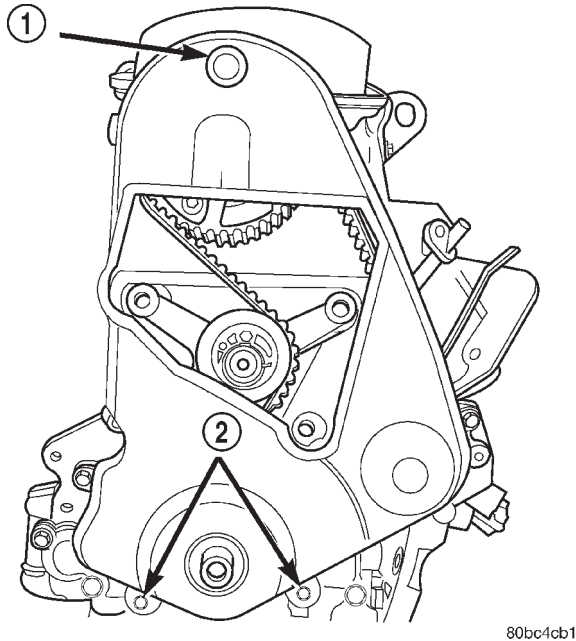

Fig. 15 Cubierta delantera de la correa de distribución
(1) Retire la bujía número uno.
(2) Utilice un indicador de cuadrante para establecer el cilindro número uno en el PMS, en la carrera de compresión.
(3) Retire el tapón de acceso de la tapa externa de la correa de distribución (Fig. 15) (Fig. 18).
(2) Retire el amortiguador del cigüeñal. (Consulte el grupo 9 - MOTOR/BLOQUE DEL MOTOR/AMORTIGUADOR DE VIBRACIONES - DESMONTAJE).
(3) Retire los montantes de reacción inferior y superior. (Consulte el grupo 9 - MOTOR/MONTAJE DEL MOTOR/MONTANTE DE REACCION - DESMONTAJE).
(4) Coloque un gato debajo del motor. Levante el gato lo suficiente para soportar el peso del motor.
(5) Retire el perno del soporte derecho del motor a la ménsula de soporte.
(6) Retire el conjunto de la bomba de dirección asistida y déjela a un lado.
(7) Retire la ménsula del soporte derecho del motor. (Consulte el grupo 9 - MOTOR/MONTAJE DEL MOTOR/SOPORTE DE INSTALACION DEL MOTOR - DESMONTAJE).
(8) Retire la cubierta delantera de la correa de distribución (Fig. 15).